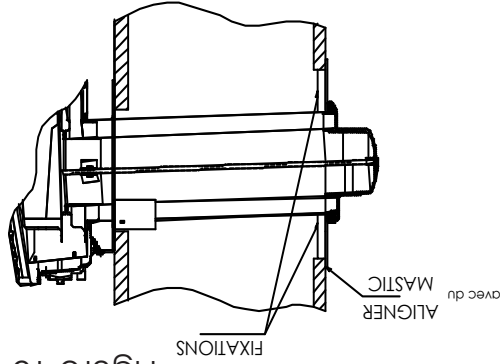

Figure 15
3. De l'extérieur du mur, vissez légèrement la tige (D) sur le support situé à l'intérieur de la sortie de fumée de l'appareil.
4. Enveloppez le tuyau d'admission d'air (C) avec l'isolant fourni (i) (côté feuille vers l'extérieur) et placez la bande de ruban fournie (H) le long de la couture pour le fixer.
5. Faites glisser le tuyau de ventilation (B) et le tuyau d'admission d'air de ventilation (C) à travers le trou dans le mur et connectez-les respectivement à la sortie de fumée de l'appareil et à l'entrée d'air. La plaque de montage extérieure (F) et l'anneau en caoutchouc silicone (G) doivent être installés entre le capuchon de ventilation (A) et le mur extérieur. La plaque de montage extérieure (F) doit être positionnée au ras du mur et ses entretoises insérées dans le mur et scellées avec un mastic non durcissant (caféoutage silicone). Positionnez la plaque de montage extérieure (F) de sorte que le tuyau d'admission d'air de ventilation (C) ait une légère pente vers le bas vers l'extérieur. La pente descendante est nécessaire pour empêcher l'entrée d'eau de pluie.
7. Avant de fixer le capuchon de ventilation (A) sur le mur extérieur, passez un cordon de mastic non durcissant (caféoutage silicone) autour de son bord extérieur, de manière à assurer l'étanchéité entre celui-ci et la plaque de montage extérieure (F) (voir figure 15).